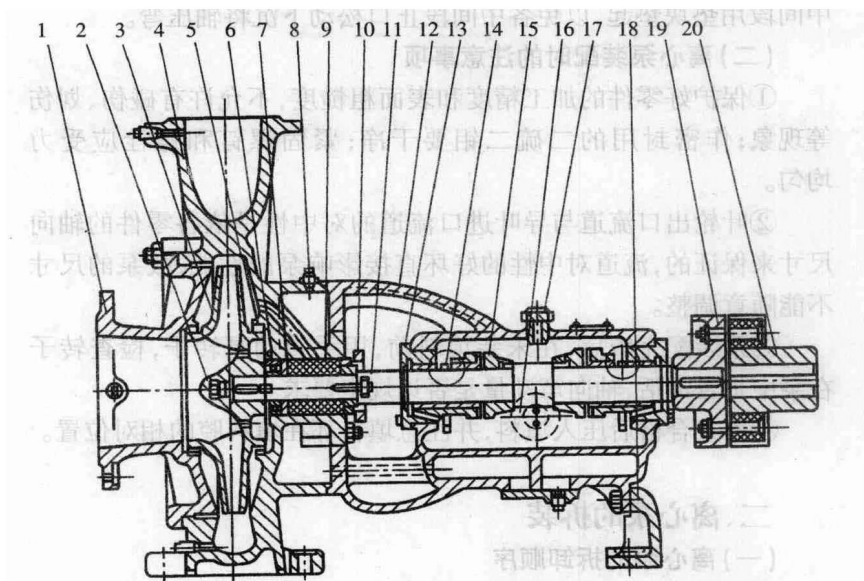

图 1-3 B 型单级单吸离心泵结构图
1. 单级单吸离心泵的拆卸 以图 1-3 所示的 B 型泵为例来说明此类型泵的拆卸顺序及方法。单级单吸泵的泵壳是整体的,转动部分套入壳内,叶轮呈悬臂状。具体拆卸顺序如下: